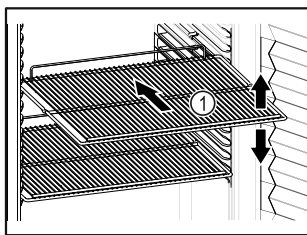

Fig. 86 Exempel
- Om förvaringshyllor Fig. 86 (1) kan flyttas ska de anpassas till höjden.